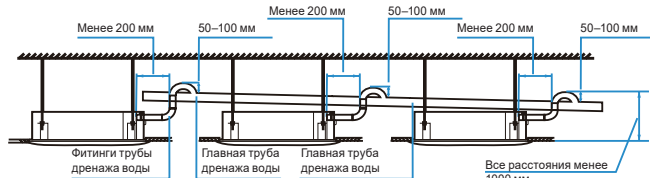

Рисунок 5.2
7. Если выход трубы дренажа воды расположен выше, чем соединение трубы для забора воды, труба дренажа воды должна быть как можно ближе к вертикали. Изогните соединительные фитинги выхода воды так, чтобы высота трубы дренажа воды находилась в пределах 1000 мм от нижней части дренажного поддона. В противном случае при прекращении работы будет возникать чрезмерный поток воды. См. рисунок 5.2.